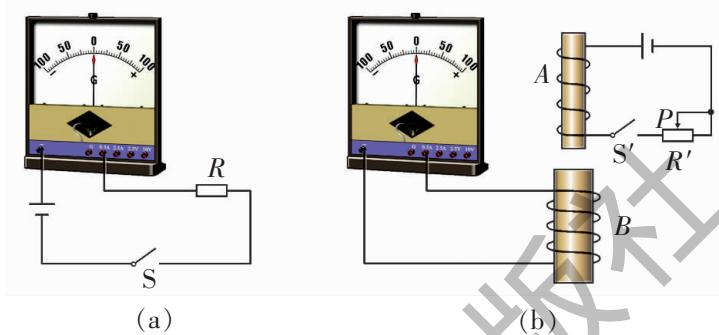
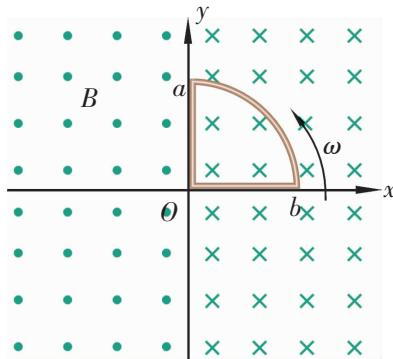

图 1-1
图 1-12
1. 在“探究感应电流的方向”的实验中，首先按图 1-1 (a) 接线，以查明电流表指针的偏转方向与电流方向之间的关系；当闭合开关 S 时，观察到电流表指针向左偏，不通电时电流表指针停在正中央。然后按图 1-12 (b) 所示将电流表与副线圈 B 连成一个闭合回路，将原线圈 A、电池、滑动变阻器和开关 S' 串联成另一个闭合电路。
12. 如图 1-12 所示, 坐标系 xOy 在 y 轴的左侧和右侧分别有垂直于纸面向外、向里的匀强磁场, 磁感应强度均为 B , 一个围成四分之一圆形的导体环 Oab , 其圆心在原点 O , 半径为 R , 开始时在第一象限, 从 $t=0$ 起绕点 O 以角速度 ω 逆时针匀速转动. 试画出环内感应电动势 E 随时间 t 变化的函数图象 (以顺时针电动势为正).